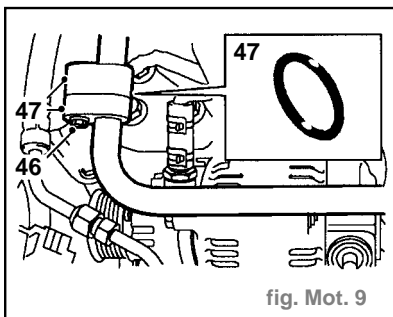

fig. Mot. 9
- Dégager le raccord union (44) du tuyau de climatisation d'air du compresseur.
- Déposer 2 joints toriques (45) du compresseur et les jeter.
- Enlever le boulon (46) maintenant le tuyau de compresseur sur le tuyau d'évaporateur (fig. Mot. 9).
- Nettoyer le raccord union entre tuyau de condenseur et tuyau d'évaporateur (fig. Mot. 9).